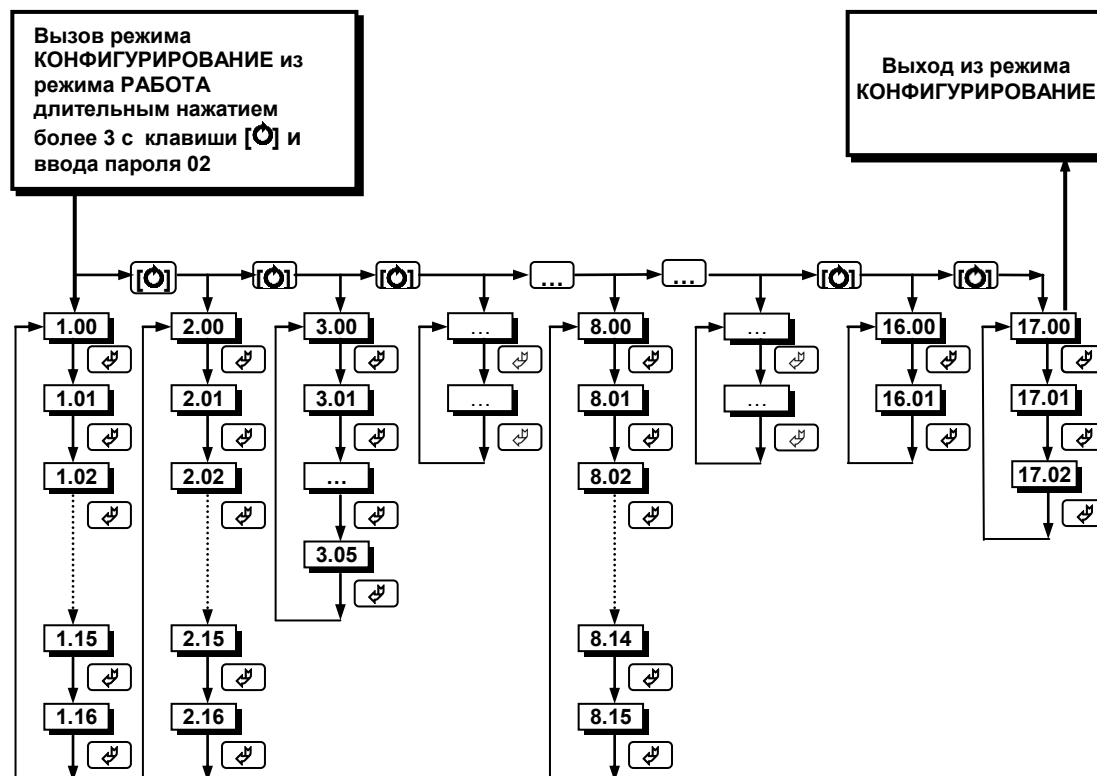

Рисунок 4.2 - Диаграмма уровней конфигурации и настроек
- Параметры разделены по группам, каждая из которых называется "уровень". Каждое заданное значение (элемент настройки) в этих уровнях называется "параметром". Параметры, используемые в индикаторе ИТМ-22 (ИТМ-20), сгруппированы в семнадцать уровней (15 задействованных и 2 резервных) и представлены на диаграмме (рисунок 4.2). Индикация значения параметров конфигурации и их номеров указаны на рисунке 4.3.